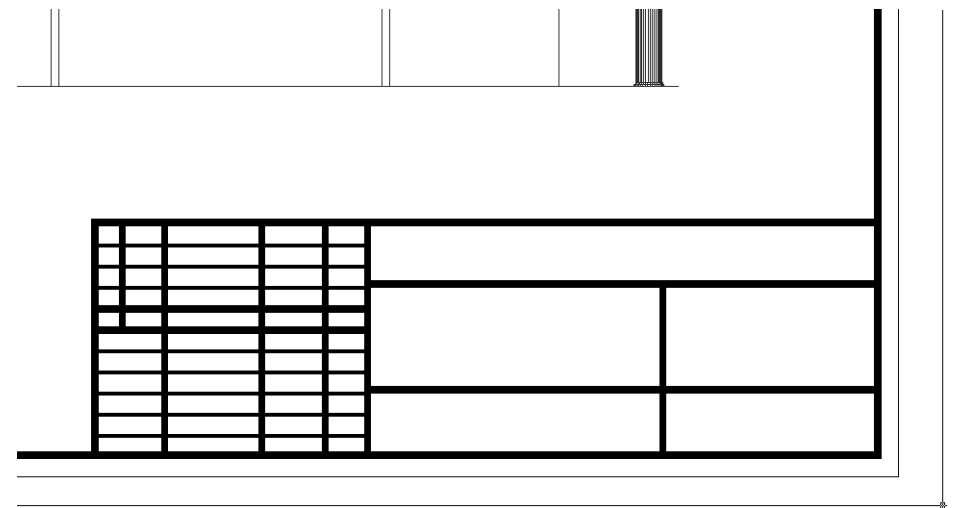

Рис. 10.25 ▼ Основная надпись после добавления двух длинных горизонтальных и одной длинной вертикальной линий
15. Сместите полученную полилинию вверх на 250 мм, а затем снова запустите команду **Плиния** (PLINE) и, используя режим привязки **Точка отслеживания** (Temporary track point), начертите вертикальную полилинию. Начальная точка должна находиться на нижней горизонтальной линии рамки на 500 мм левее от ее правого нижнего угла. Конечная точка – это точка падения перпендикуляра, которая находится над начальной точкой на горизонтальной линии, полученной в п. 14 с помощью команды **Подобие** (OFFSET). Начертив вертикальный сегмент, нажмите **Enter** для завершения команды **Плиния** (PLINE). Основная надпись должна иметь вид, показанный на рис. 10.25.